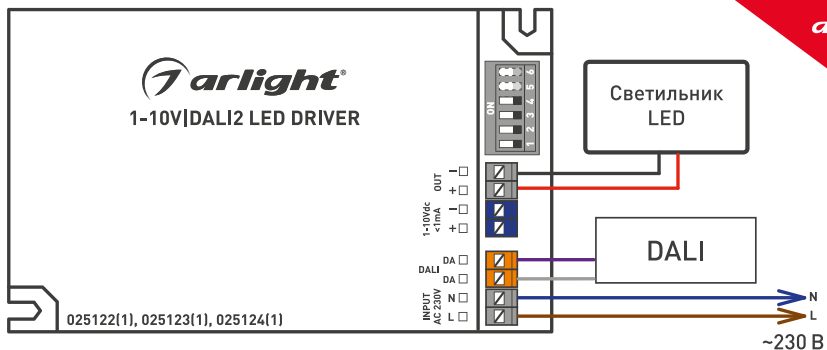

Рис. 1.
- 3.4. Подключите источник тока в соответствии с выбранной схемой управления (рис. 1–5). Строго соблюдайте полярность подключения!